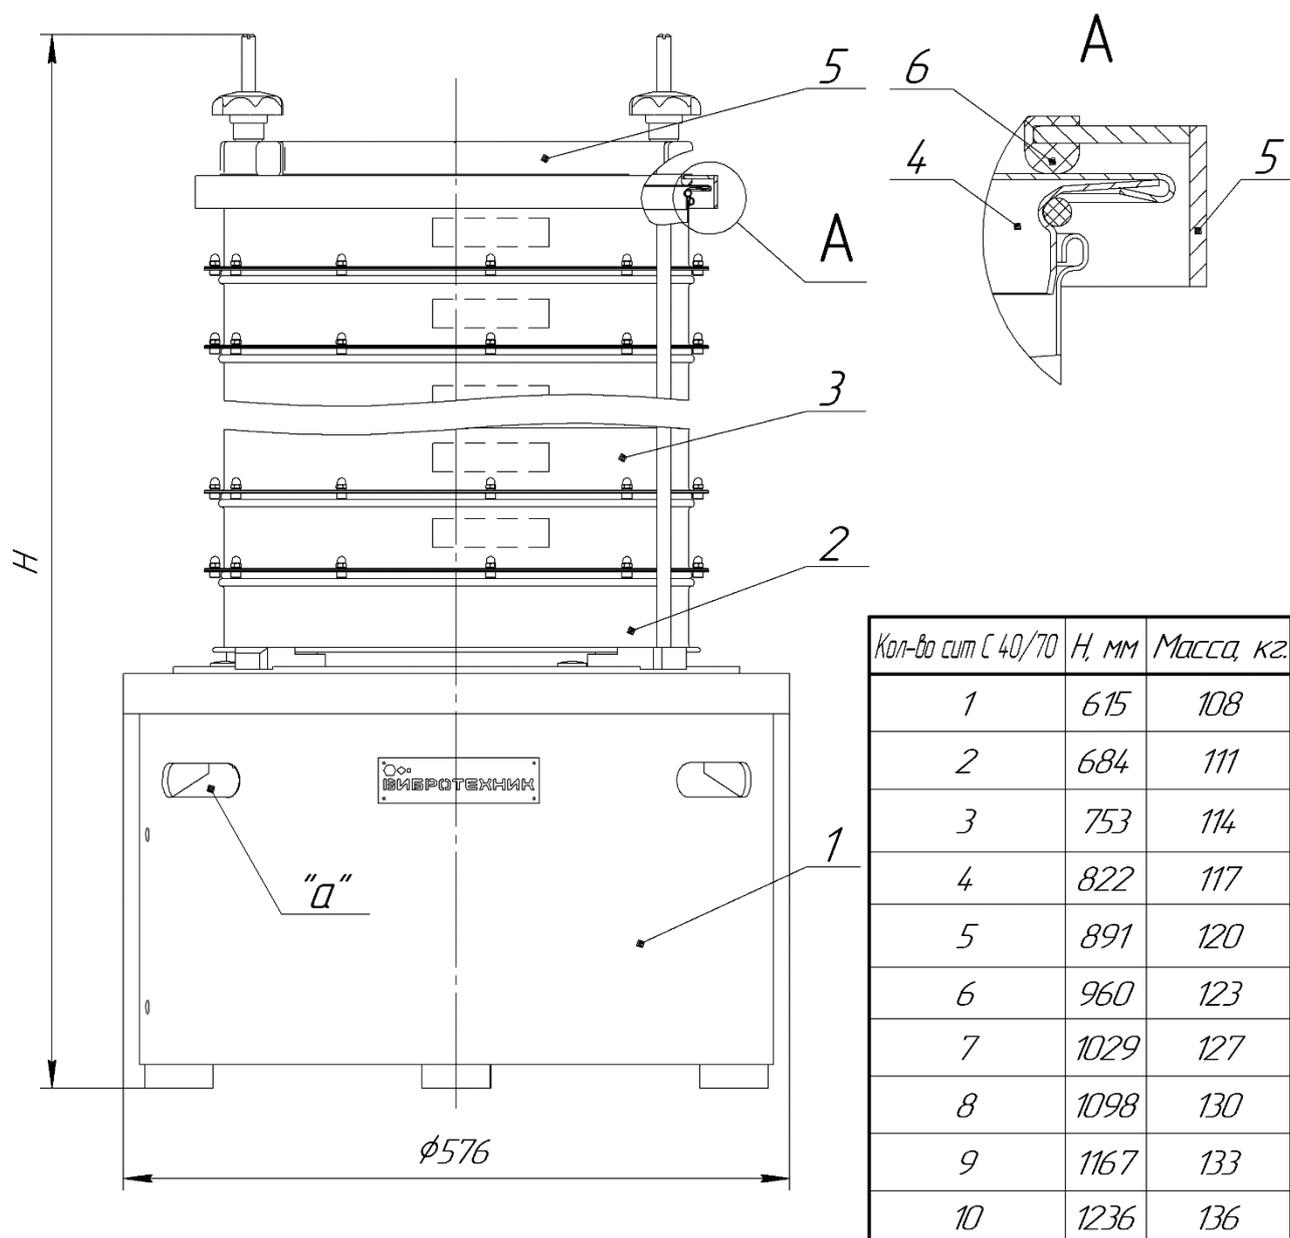

Рис. 1 Общий вид Анализатора ситового А 40
Основными составными частями Анализатора (Рис. 1) являются: вибропривод 1 с устройством крепления сит 5 и просеивающая часть, установленная на платформе вибропривода.
**ЗАПРЕЩАЕТСЯ** перемещать Анализатор, удерживая за плиту вибропривода или другие, не предназначенные для этого элементы конструкции. Для перемещения Анализатора использовать только отверстия "а" в корпусе вибропривода (Рис. 1).